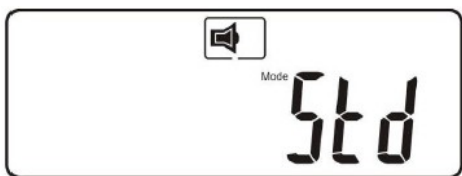
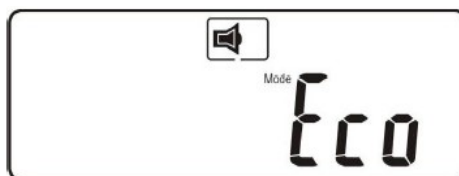

Рис. V1 Нормальный режим работы
Рис. V2 Режим работы «ECO»
- нормальный режим — рис. V1, ECO режим — рис. V2,